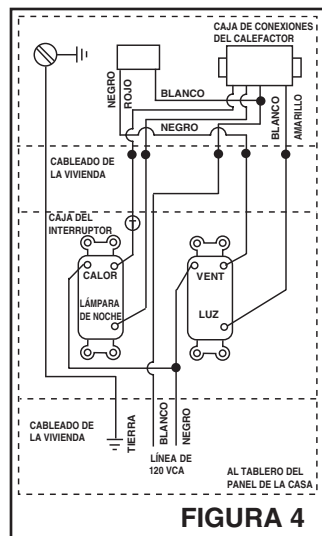

FIGURA 4
Vea la figura 4.
- Cuando se use un interruptor de termostato o temporizador, conecte en el punto marcado con "T" en la figura 4.